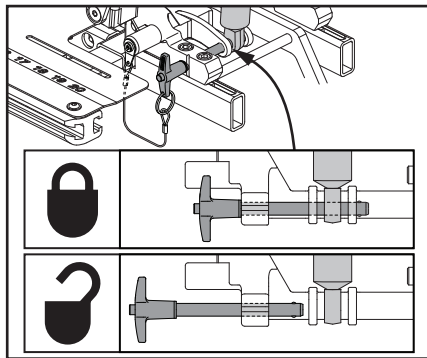
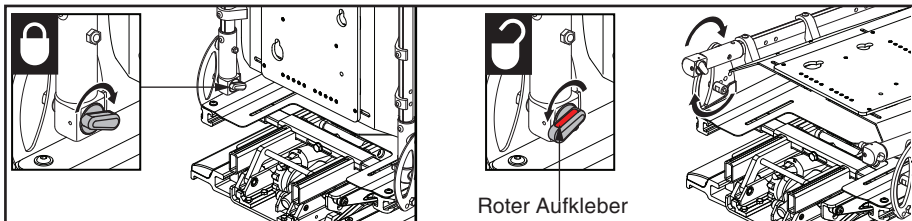

Abbildung 6. Klappbare Rückenlehne (Rastbolzen)
Abbildung 7. Klappbare Rückenlehne (Arretierhebel)
1. Entfernen Sie den Sicherungsstift (**Siehe Abbildung 6**) **ODER** drehen Sie die Arretierhebel an den beiden Lehnenstangen nach hinten, um die Lehne zu entriegeln. **Siehe Abbildung 7.**
2. Bringen Sie den Rastbolzen wieder an und stellen Sie sicher, dass alle Komponenten festsitzen (**siehe Abbildung 6**) **ODER** drehen Sie die Arretierhebel an den beiden Lehnenstangen nach vorne, um die Lehne zu arretieren. Stellen Sie sicher, dass der rote Aufkleber auf den Arretierhebeln nicht sichtbar ist. **Siehe Abbildung 7.**